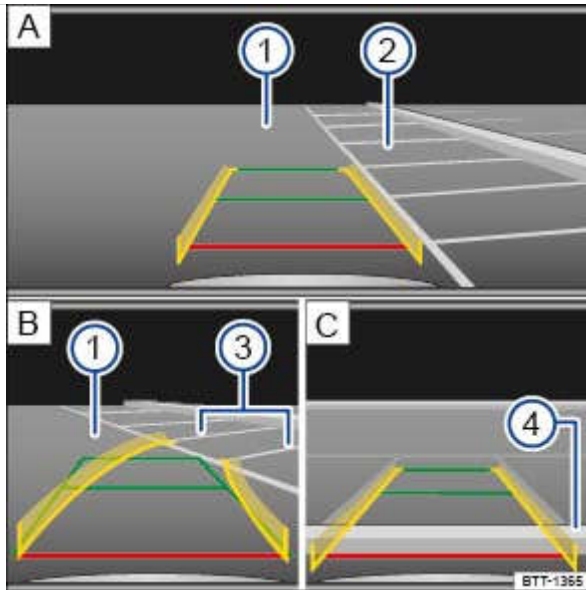

Fig. 168 Affichage à l'écran de la caméra de recul : stationnement en mode 1
Légende de la → Fig. 168 :
- Positionnez le véhicule devant la place de stationnement ② → Fig. 168 .
- Reculez lentement tout en braquant de telle manière que les lignes jaunes le long des lignes latérales de délimitation ③ mènent à la place de stationnement choisie .
- Orientez le véhicule vers la place de stationnement choisie de telle manière que les lignes vertes et jaunes coïncident avec les lignes de délimitation latérales ③ de la place de stationnement choisie.
- Arrêtez le véhicule au plus tard lorsque la ligne rouge a atteint la délimitation arrière, par ex. le trottoir ④ .